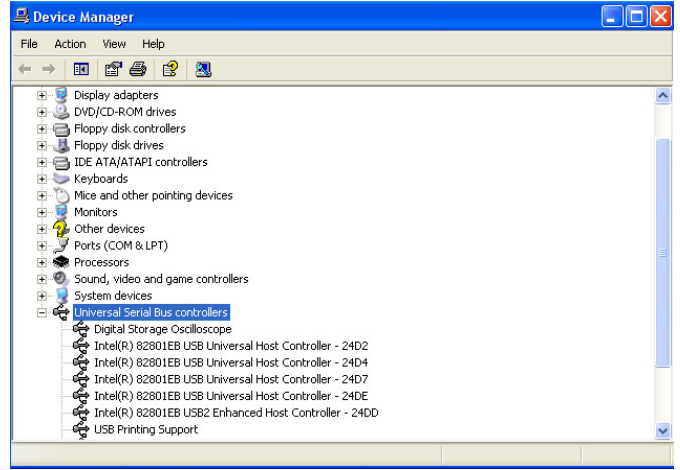

Рисунок 4-5
4. Щелкните мышью по кнопке «Диспетчер устройств» («Device Manager»). Откроется окно, показанное на рис. 4-5.